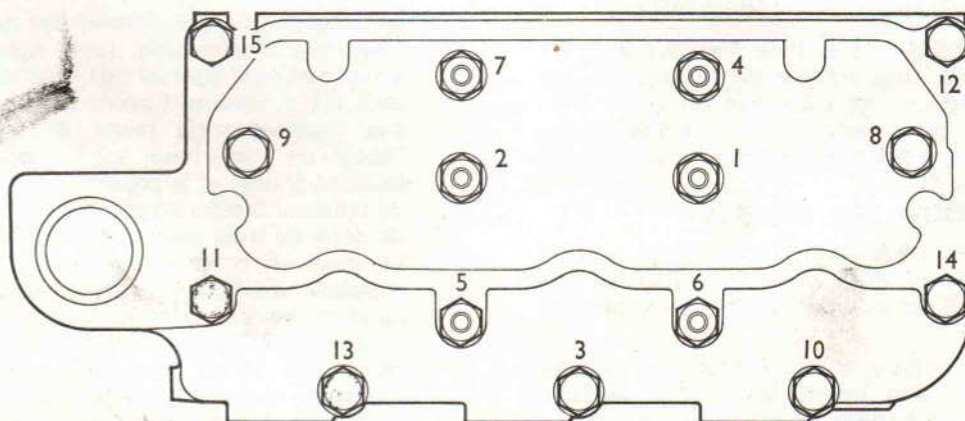

Figure 30. ORDRE DE SERRAGE DES ECRUS ET BOULONS DE FIXATION DE CULASSE
5. Mettre en place une durite de by-pass neuve sur la culasse et descendre cette dernière sur le bloc. Procéder au serrage de la culasse dans l'ordre indiqué à la figure 30, le serrage devra être progressif, procéder par paliers de 4, 8 et 12,5 mkg (30, 60 et 90 lb.ft).